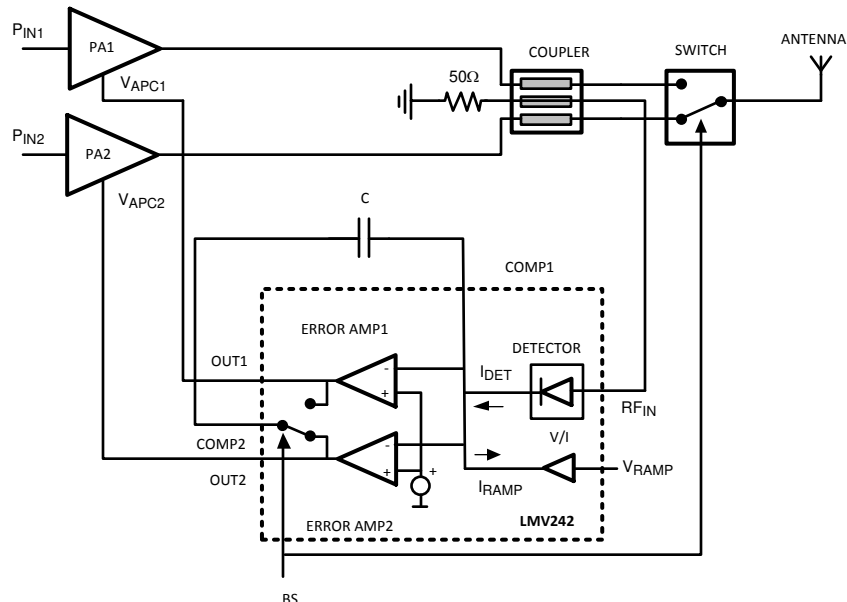

図 7-1. PA 制御ループ
**図 7-1** は、パワー アンプ (PA) 制御ループの一般的な構成を示しています。PA の出力から始めて、この入力検出器に入力され、通常は指向性カプラを経由します。検出器出力電流 I_{DET} とランプ電流 I_{RAMP} (選択された出力設定値を表す) との誤差が、積分器として構成されたオペアンプの反転入力を駆動します。基準電圧がオペアンプの非反転入力を駆動します。最終的に、積分器としてのオペアンプの出力がパワー アンプのゲイン制御入力を駆動し、出力電力を設定します。I_{DET} が I_{RAMP} と等しいとき、ループは安定します。